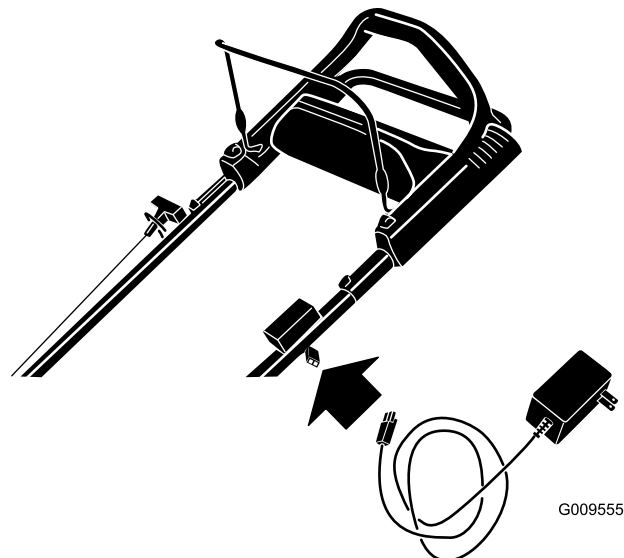

Рисунок 34
1. Подсоедините зарядное устройство к жгуту проводов газонокосилки, расположенному под кнопкой электрического запуска (Рисунок 34).